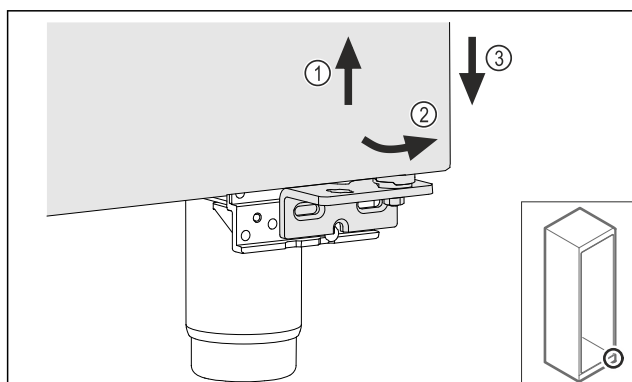

Fig. 19
- ▶ Lyft upp dörren något Fig. 19 (1), luta den framåt nedtill Fig. 19 (2) och sänk ned den Fig. 19 (3).